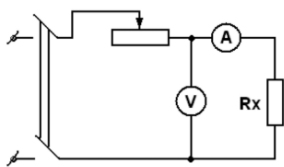

Рис.1. Схема для измерения сопротивления
В схеме, изображенный на рис.1, показания вольтметра U_v равны сумме напряжений на сопротивлении R_x и на амперметре U_a . В этом случае измеряемое сопротивление:
- 1.Собрать схему (рис.1), и дать проверить преподавателю.